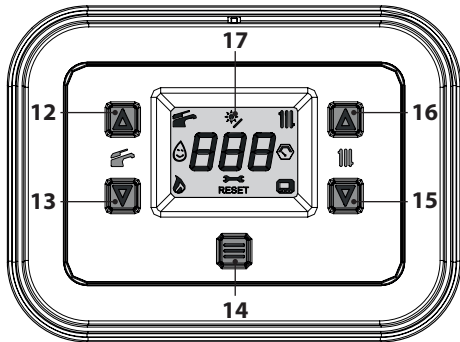

Figura 2.5
- Mantenga pulsado durante 1 segundo el botón 14 hasta que aparezca en el display el símbolo  Figura 2.5.
La temperatura del agua caliente de impulsión de la calefacción puede regularse mediante los botones 15 (reducción) y 16 (aumento) (Figura 2.5) entre un mínimo de aproximadamente 25°C y un máximo de aproximadamente 80°C. La primera vez que se pulsa uno de los dos
De todas formas, si la temperatura ambiente no resultase confortable, se puede aumentar o reducir la temperatura de impulsión de la instalación de calefacción en $\pm 15^{\circ}\text{C}$ usando los botones 15 (reducción) y 16 (aumento) (Figura 2.5).
La temperatura del agua caliente sanitaria puede regularse mediante los botones 12 (aumento) y 13 (reducción) (Figura 2.5) entre un mínimo de aproximadamente 35°C y un máximo de aproximadamente 60°C . La primera vez que se pulsa uno de los dos botones se muestra el valor de "consigna", la segunda vez se puede modificar.